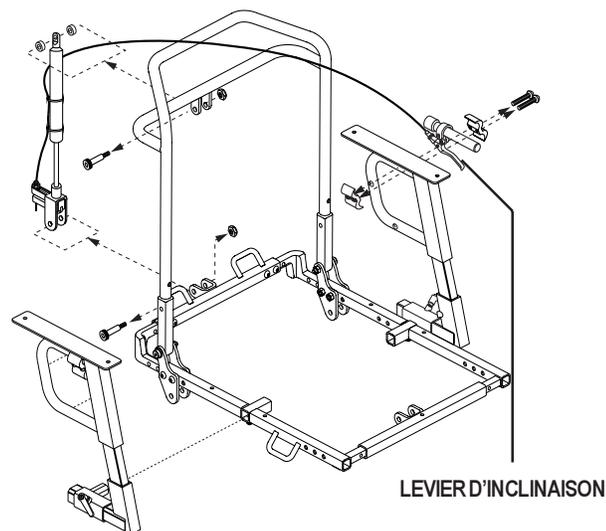

Figure 9. Ajustement manuel de l'angle d'inclinaison du dossier
1. Asseyez-vous avec le dos fermement sur le dossier et appuyez sur le levier d'inclinaison qui est installé sur l'accoudoir. Voir la figure 9.
7. Enlevez le levier d'inclinaison et l'installez dans la fixation sur l'autre accoudoir. Voir la figure 9.